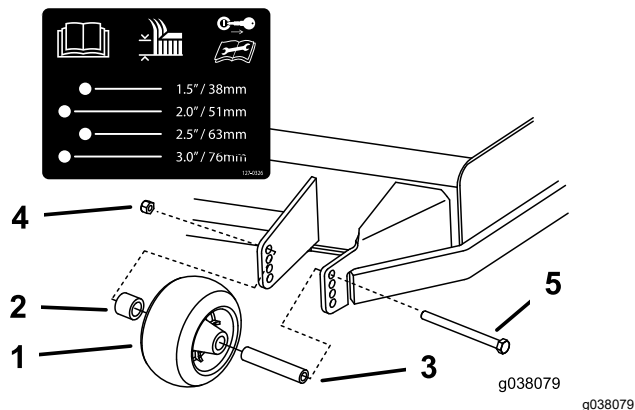
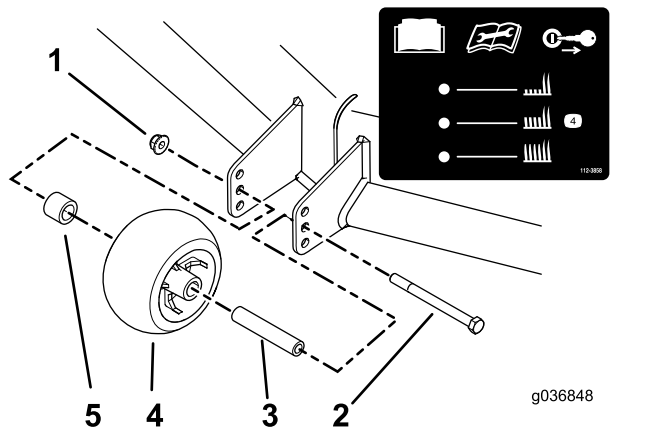

Figura 35
Figura 36
3. Ajuste los rodillos protectores del césped como se muestra en la Figura 35 o la Figura 36.